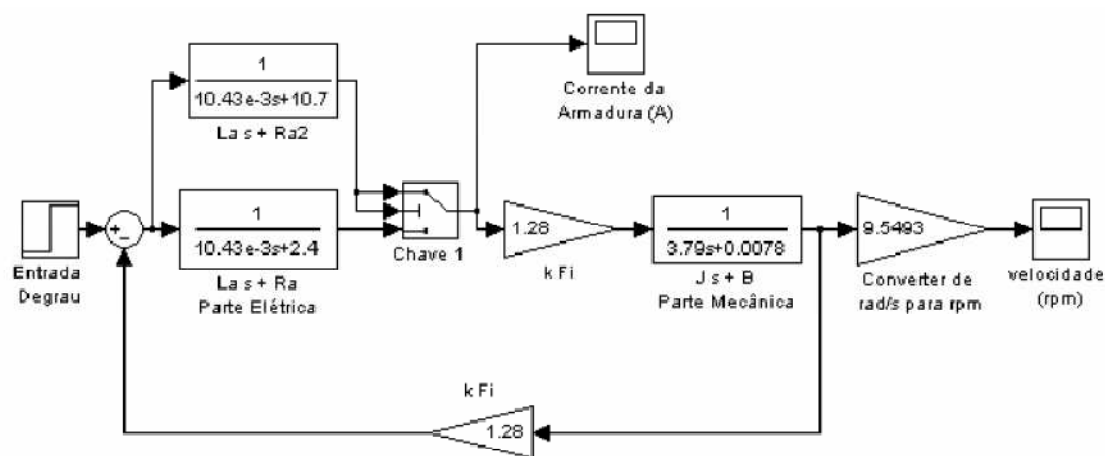

Figura 7 - Diagrama em blocos com resistor de partida de $8,3 \Omega$ e chave de comutação.
- o) O modelo mostrado na figura 7 representa uma partida com resistor de 8,3 W. Quando a corrente de partida cai a 10 A o resistor é curto-circuitado. Plote $I_a \times t$ e $w \times t$. Comente os resultados.